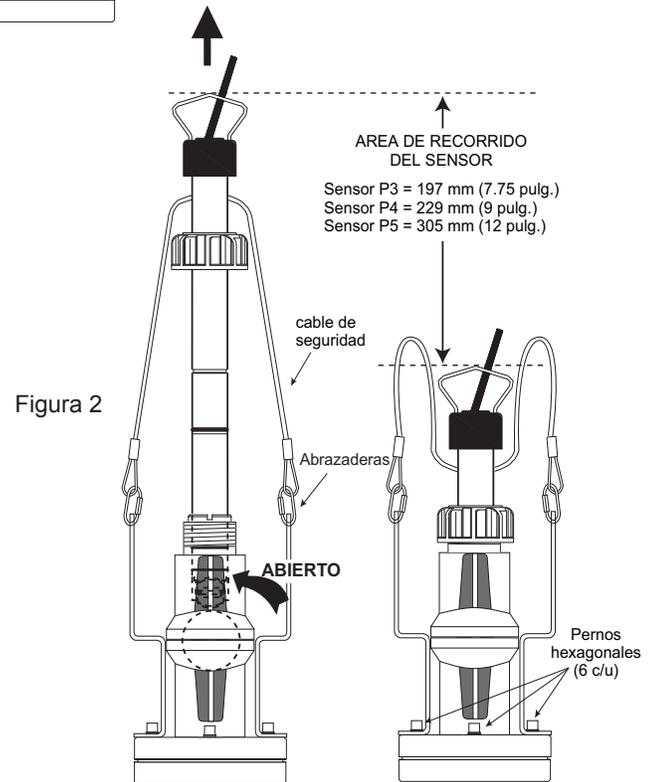

Figura 2
4. Tire del sensor de flujo hacia arriba para eliminar la parte floja de los cables de seguridad. (Figura 2)
5. Abra la válvula esférica. (Figura 2)
2. Con cuidado, tire del sensor de flujo hacia arriba utilizando un movimiento de giro, hasta que los cables de seguridad estén completamente extendidos. (Figura 2)